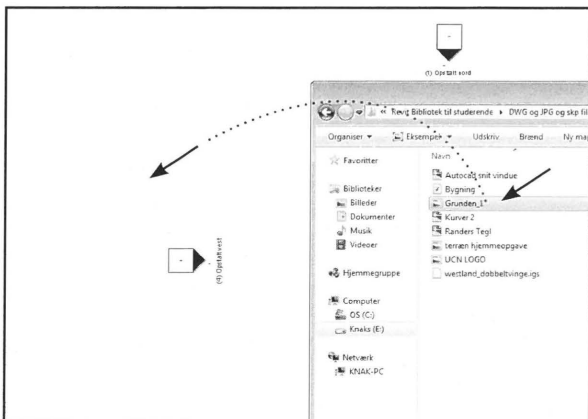

Fig. 10.19. *Drag and drop*.
Find frem til et billede af en grund, eller gå i Revit bibliotek til studerende (hvis du er studerende på UCN), og find frem til jpg filen der hedder *Grunden_1* i mappen *DWG* og *JPG* og *skp* filer (Fig. 10.19) og tryk *Open*.
- Klik på filen, hold musen inde og træk den ind på tegnefladen i Revit (Fig. 10.19). Slip musen og placer nu billedet i tegnefladen (Fig. 10.20).